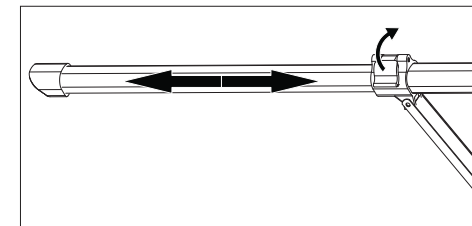

Figure 4 / Figure 4 / Figura 4
2. Rotate leg lock handle to move tripod legs. Reengage leg lock handle to lock leg into desired position. (Figure 4)
2. Faites pivoter la bague de serrage pour déplacer les pieds du trépied. Resserrez la bague de serrage pour bloquer les pieds dans la position souhaitée. (Figure 4)